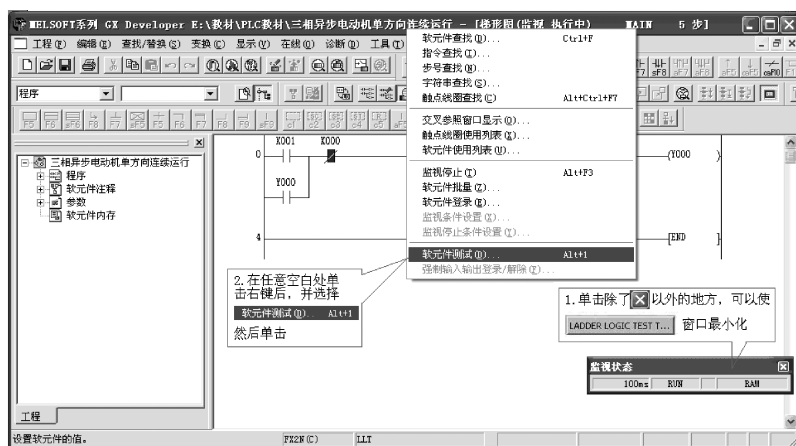
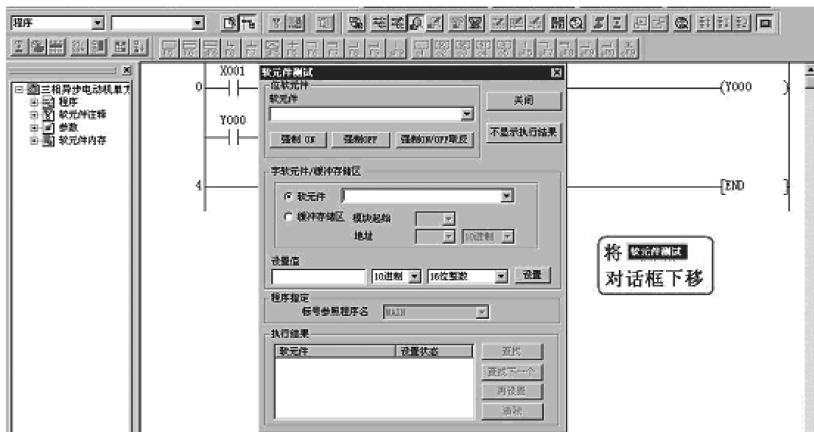

图 2-51 梯形图逻辑测试软元件测试启动画面
图 2-52 软元件测试对话框画面
1) 当仿真软件启动结束后，会出现如图 2-51 所示的画面，然后根据图中的提示进行仿真操作。
2) 单击如图 2-51 所示画面中的“软元件测试 (D)”，会弹出如图 2-52 所示的“软元件测试”对话框。然后按照图中的提示将对话框下拉，以便在仿真测试过程中能观察到梯形图仿真时的触点和线圈通断电情况。